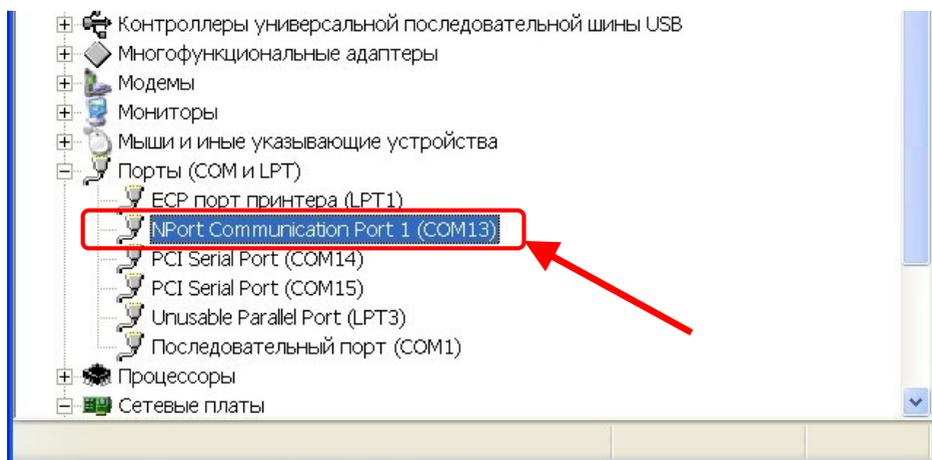

Рис. 18.1. Список COM портов в диспетчере устройств Windows.
18.5. После установки параметров адаптера ETHERNET, описанной в разделе 17 Руководства, в диспетчере устройств Windows появится последовательный порт, соответствующий Преобразователю (см. Рис. 18.1).